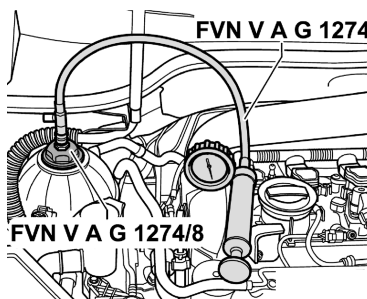

图 1-276 检测补偿罐盖
2) 将冷却系统检测设备 FVN VAG 1274 连同冷却系统检测设备的适配接头 FVN VAG 1274/8 安装在冷却液补偿罐上, 如图 1-276 所示。